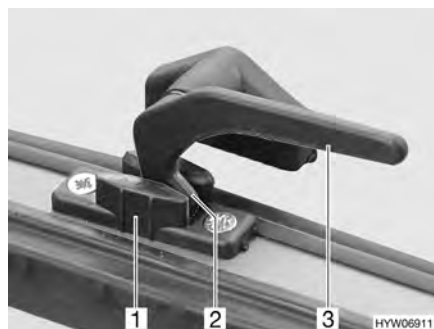

Fig. 80 Leva di serraggio in posizione "Aerazione continua"
- In posizione di "Aerazione continua" (Fig. 80)
- Ruotare tutte le leve di serraggio (Fig. 80,3) di un quarto di giro verso il centro dell'oblò.
- Girare nuovamente all'indietro tutte le leve di serraggio. Contemporaneamente riportare il nasello di chiusura (Fig. 80,2) nella rientranza del bloccaggio dell'oblò (Fig. 80,1).